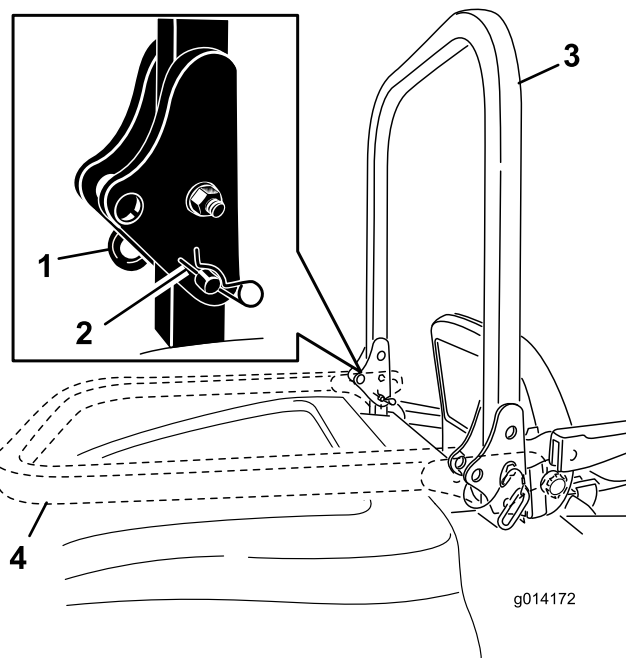

Figura 12
1. Per abbassare il roll bar, togliete le coppiglie, spingete in avanti il roll bar contro le molle e togliete le due spine (Figura 12).
2. Abbassate il roll bar (Figura 12).
3. Montate le due spine e fissatele con le spine delle coppiglie (Figura 12).
4. Per alzare il roll bar togliete le spine delle coppiglie e le due spine (Figura 12).
5. Alzate completamente il roll bar e montate le due spine, quindi fissatele con le coppiglie (Figura 12).